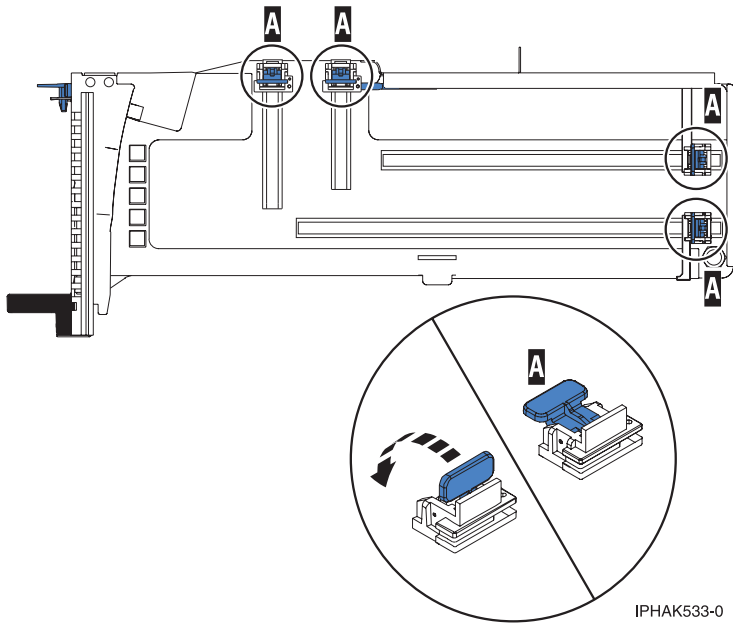

Figura 100. Piezas de retención del adaptador en una casete
- a. Asegúrese de que todas las piezas que servirán para sujetar el adaptador se han empujado hacia fuera de los bordes de la casete para permitir la colocación del adaptador. Consulte Figura 100 en la página 99.